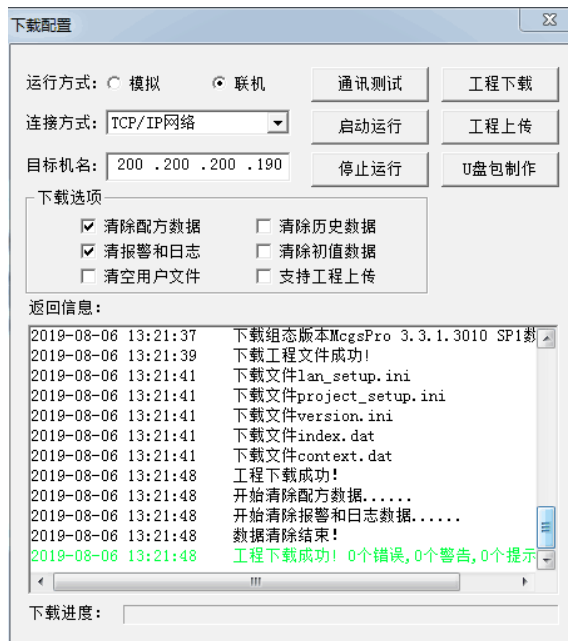

图 3.3.6
- 工程下载完成后，点击图 3.3.6 中的“启动运行”或者点击触摸屏上的“进入运行环境”启动触摸屏，运行工程。如图 3.3.6 所示。